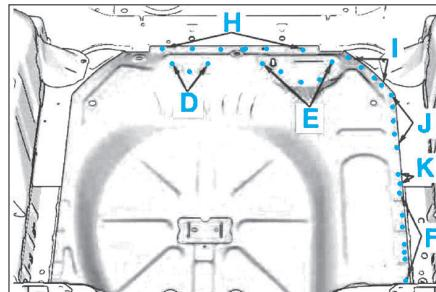

FIG. 65
- Souder le plancher en D, E, F, H, I, J et K de façon symétrique (Fig.65).